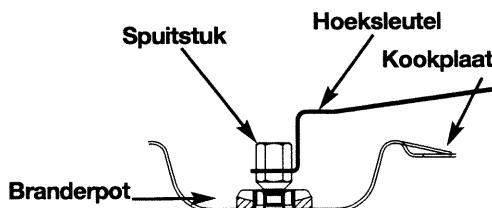

Fig. 2
- Schroef met de sleutel de sputstukken in elke pot los en verwijder ze (fig 2).